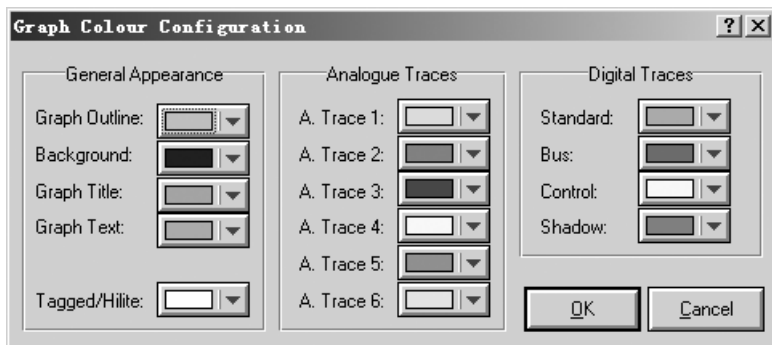

图 4.30 设置图纸和背景的颜色
- **Set Graphics Colours:** 设置图纸的颜色、背景颜色，General Appearance（总体外观，包括图形的外轮廓线颜色、背景颜色、图纸标题等）、Analogue Traces（模拟信号的信号线颜色），Digital Traces（数字信号的信号线颜色，包括标准、总线、控制线、阴影等），如图 4.30 所示。